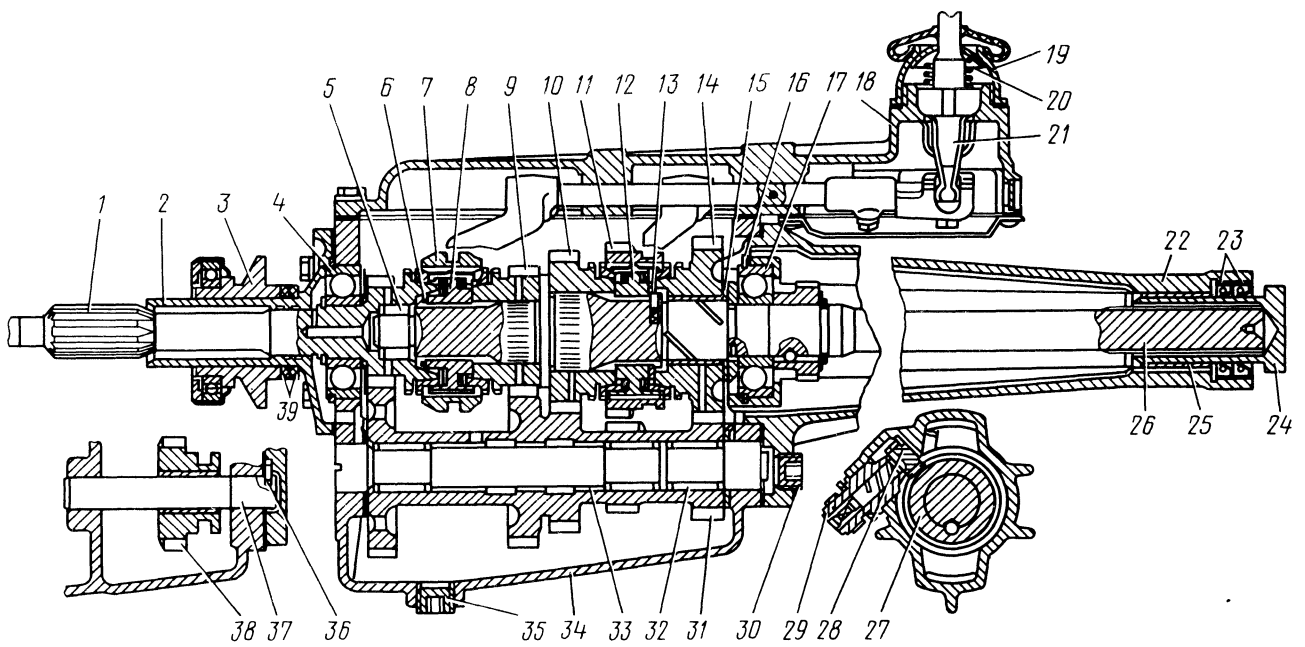

Рис. 96. Коробка передач (продольный разрез):
Коробка передач (рис. 96) — четырехскоростная (четыре передачи переднего хода и одна заднего).
- вывернуть коническую пробку 30 (см. рис. 96), расположенную в нижней части фланца удлинителя, и через открывшееся отверстие выпрессовать ось блока шестерен вместе с игольчатым подшипником (рис. 99);